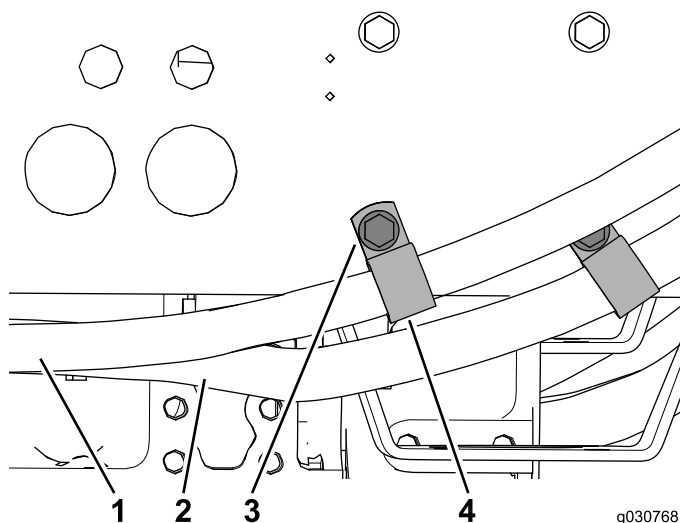

图44
5. 为每个空调软管安装 1 个 R 形夹，并使用 2 个现有的螺栓将它们固定到机器机架上（图44）。